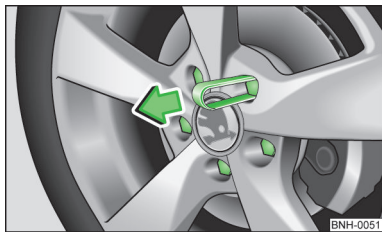

Fig. 128
- Extrageți capacul în sensul săgeții » fig. 128.